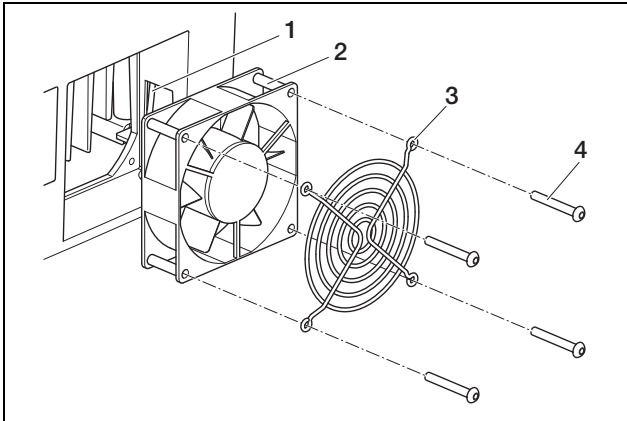

Figura 59: Desmontar el ventilador (PIKO 4.2/5.5)
- PIKO 4.2/5.5: suelte los cuatro tornillos (4 en la figura 59) y extraiga cuidadosamente la rejilla y el ventilador.